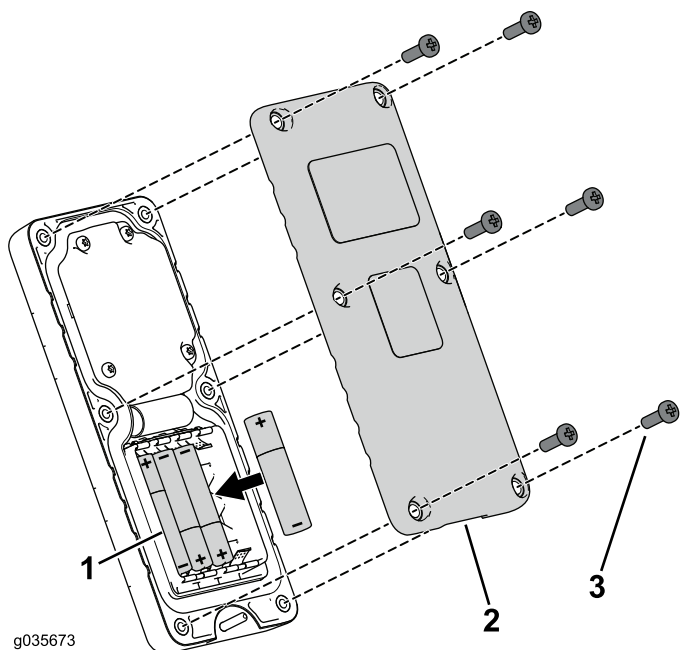

Figura 32
1. Retire los 6 tornillos de la parte trasera del control remoto, y retire la tapa (Figura 32).
5. Instale la cubierta, fíjela con los 6 tornillos que retiró anteriormente (Figura 32) y apriételos a entre 1,5 y 1,7 N·m.